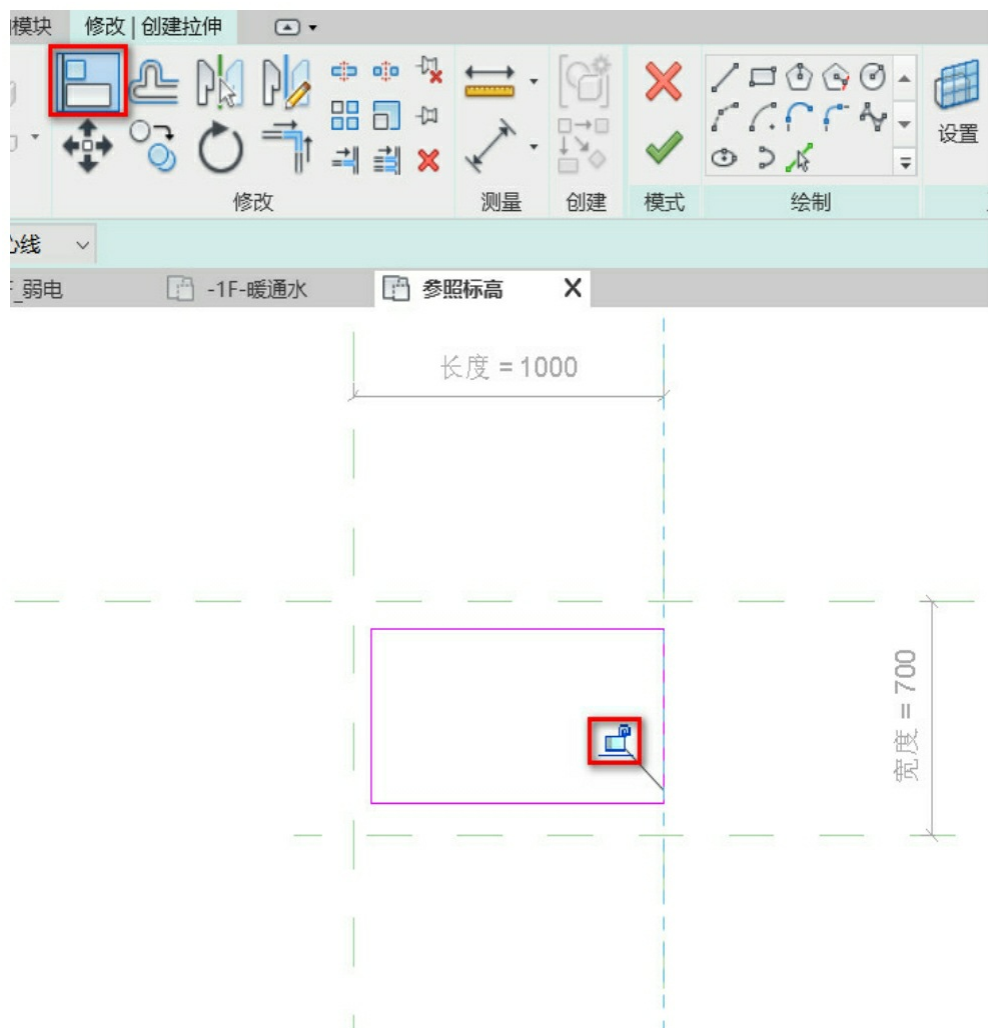

图7-55
(3) 单击“修改|创建拉伸”选项卡>“对齐”，将刚刚任意绘制的矩形和原先的4个参照平面对齐并锁上，如图7-55所示。